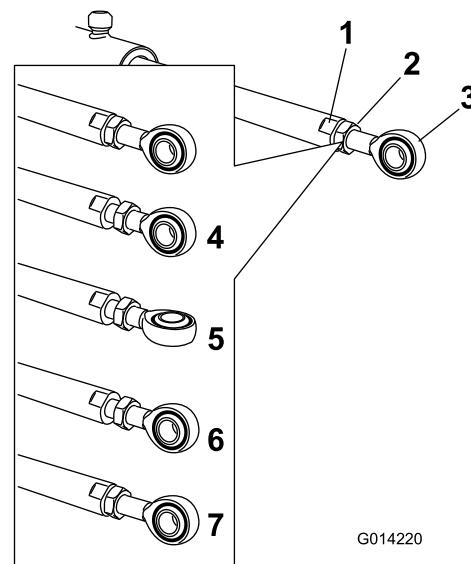

Figura 104
5. Utilice una llave sobre las zonas planas del émbolo del actuador para inmovilizarlo y, a continuación, afloje la contratuerca para poder ajustar la varilla de ojal (Figura 104).
6. Gire la varilla de ojal en el émbolo del actuador para acortar o alargar el actuador extendido a la posición deseada (Figura 104).